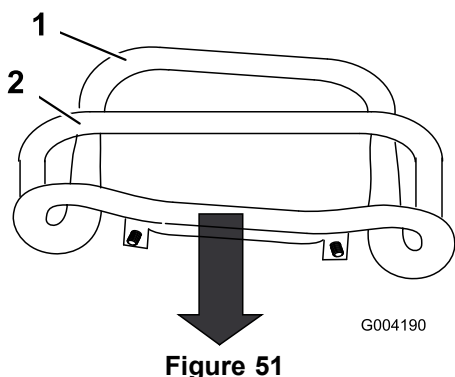

Figure 51
3. Tirez la commande de déplacement tout droit en arrière pour mettre l'avant en contact avec la barre de référence (Figure 51).